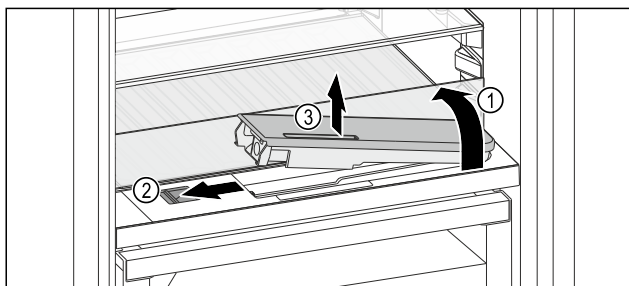

Fig. 154
- ▶ 抬起玻璃隔板，将其向后翻转至止挡 Fig. 154 (1)。
- ▶ 向左推滑块 Fig. 154 (2)。
- ▶ 取出水箱 Fig. 154 (3)。